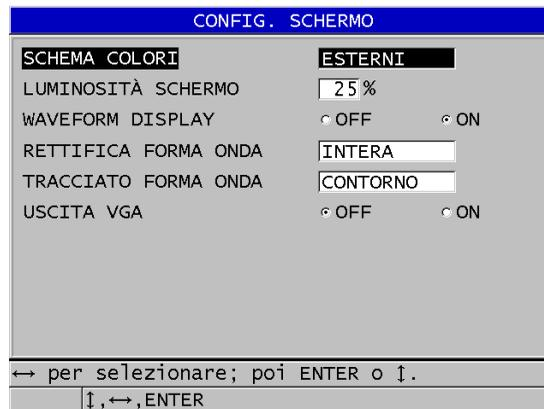

Figura 4-3 La schermata CONFIG. SCHERMO
2. Nella schermata **CONFIG. SCHERMO** (configura schermo) [vedere Figura 4-3 a pagina 60], selezionare il parametro ed il valore desiderati per i seguenti parametri: